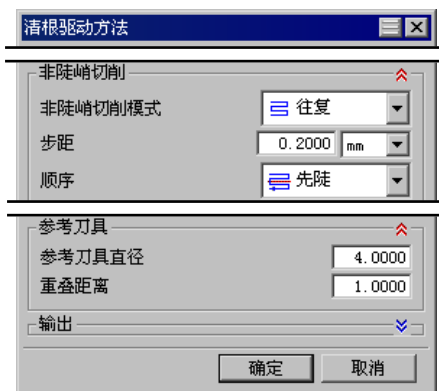

图 8.25 设置驱动设置
Step1. 单击“清根参考刀具”对话框 **驱动方法** 区域的“编辑”按钮 , 然后在系统弹出的“清根驱动方法”对话框, 设置图 8.25 所示的参数。